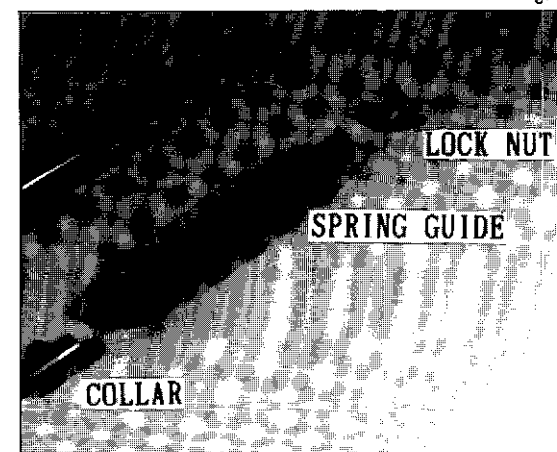

Fig. 4
- 7) Rimuovere dall'asta del pistone i seguenti particolari (Fig. 4):